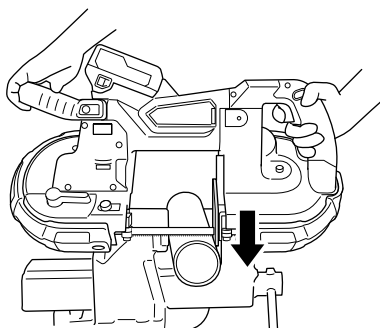

Fig. 21
- (5) Appuyez sur le commutateur et coupez (Fig. 21) Quand les révolutions sont stables, évitez tout impact soudain sur la scie à ruban et amenez délicatement la scie à ruban sur la pièce à découper. Quand vous complétez une coupe, tenez l'outil fermement, ainsi il ne va pas tomber contre la pièce.